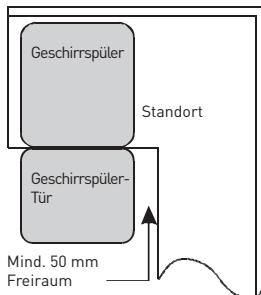

Abbildung 2: Mindestabstand bei geöffneter Tür.
2. Wenn der Geschirrspüler in einer Möbelecke installiert wird, muss bei geöffneter Tür ein Freiraum (s. Abbildung 2) bleiben.
2. Spannung der Türfeder mit einem Inbusschlüssel anpassen; linke und rechte Türfeder gegen den Uhrzeigersinn festziehen. Anderenfalls besteht die Gefahr einer Beschädigung des Geschirrspülers. (Abbildung 2)